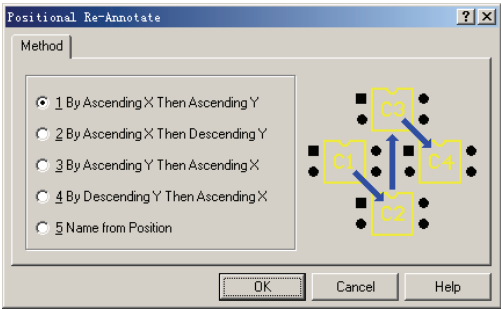

图 6-89 “Positional Re-Annotate”对话框
- 1) 选择 Tools” → “Re-Annotate” 命令，系统将弹出如图 6-89 所示的“Positional Re-Annotate (选择流水号方式)”对话框。